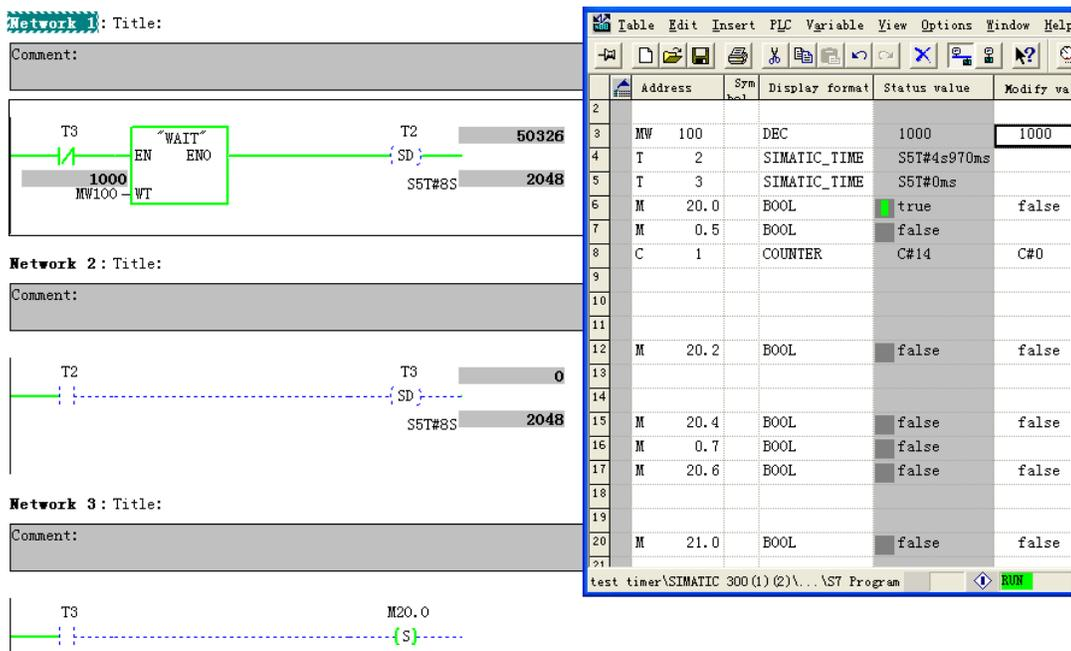

图 14
- (1) 如果在 Network1 的 T3 闭点后加上 SFC47 设置 1ms 延长此段时间，这样可以大大增加 T3 中情况 B 的时间（也就是增大 Y 的时间），那这样也就增加了它的概率。可以看出，在 C1 计算到 14 时，M20.0（相当与前问所述 M10.2）已经被置位。如图 14